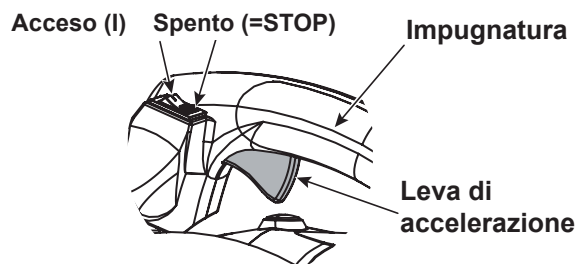

Fig. 5
3. Premere l'interruttore di accensione/spegnimento in posizione ON (acceso I) posizione di accensione (I) (Fig. 5).
2. Portare l'interruttore di accensione/spegnimento in posizione di spegnimento (STOP) finché il motore non si arresta completamente (Fig. 5).